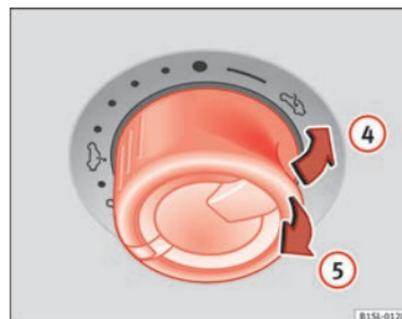

Abb. 27 Im Dachhimmel: Zum Ausstellen und Schließen des Dachs den Knopf drehen.
- Vor Ablauf von etwa 5 Sekunden ab der Aktivierung der Kraftbegrenzung am Knopf ⇒ Abb. 27 ⑤ ziehen, bis das Schiebe- und Ausstelldach ganz geschlossen ist.